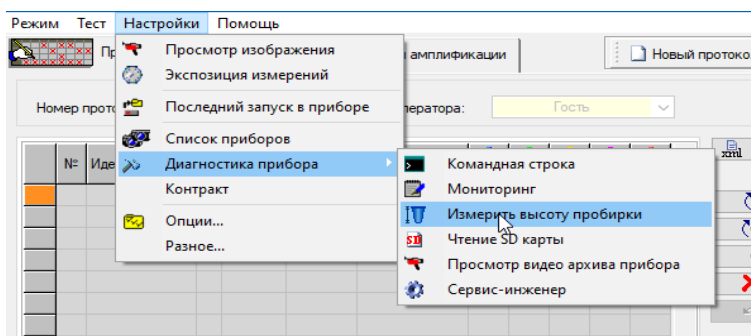

Рис.89 Запуск изменения высоты пробирки
- выберите команду Настройки/Диагностика прибора/Измерить высоту пробирки (Рис.89), и дождитесь сообщения, показанного на Рис.90;